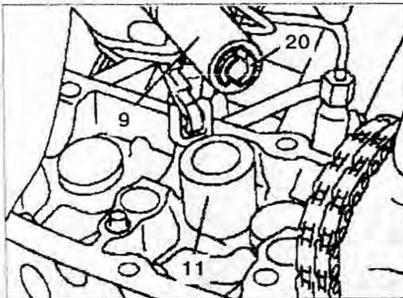

Рис. 2.19. Проверьте наличие сухарей в патроне **9**.
15. Проверьте, что сухари находятся в патроне **9**, если нет, повторите операции с 10 по 13 еще раз (рис. 2.19).